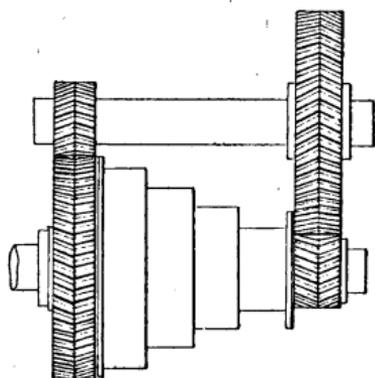

Fig. 178.
**Double force.** — Se dit de la commande d'une machine-outil qui comprend un cône poulie et un harnais de deux couples de roues d'engrenages que l'on peut rendre indépendants ou dépendants. Dans le premier cas, on marche à la volée, sans les engrenages, à plus grandes vitesses. Dans le deuxième cas, on marche avec les engrenages (fig. 178),